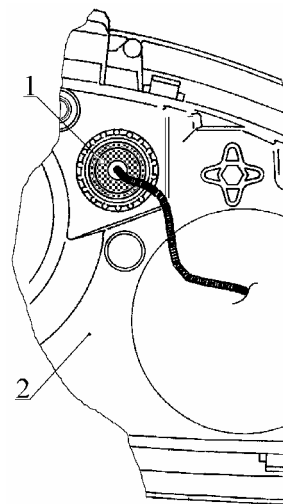

Рис. 37. Отсоединение штекера от правой головной фары:
9.1. Открыть капот и отсоединить штекер 1 (рис. 37) жгута проводов от правой головной фары 2 отвинтив гайку его крепления.